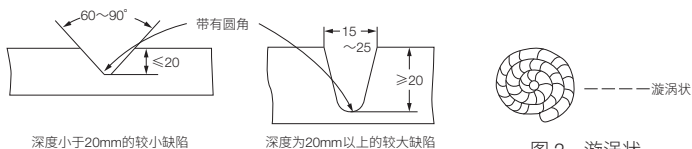

图1 坡口形状
- ①焊接已渗进油的铸件时，焊接前要在约400°C下将油充分燃烧掉，并且彻底去除其他污垢。
- ②补焊时，应充分打磨完全清除缺陷，并将坡口底部加工成圆弧形（图1）。加工时，可采用机械加工方式或使用砂轮修磨进行打磨而不应使用电弧气刨。当存在裂纹扩展的危险时，应于裂纹的两端钻止裂孔。